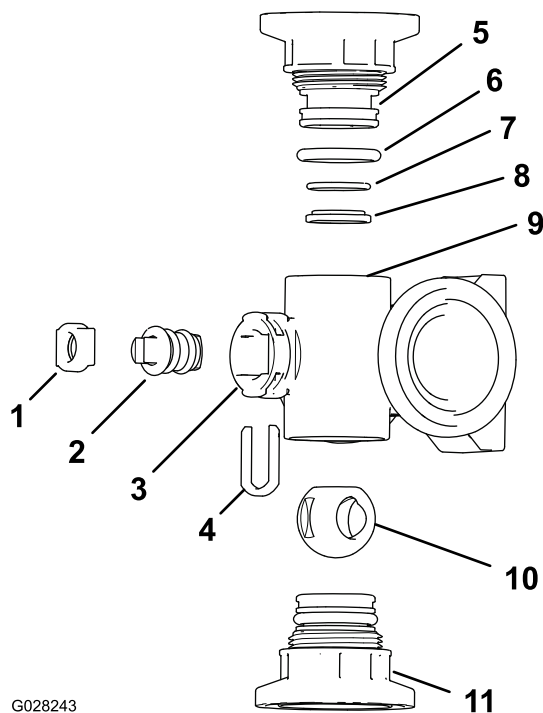

图84
2. 从歧管体的两端拆下 2 个端盖接头组件图84 和 图85。
4. 从歧管气门芯口的插槽中取下气门芯卡环图84和图85。
5. 从歧管中取下气门芯卡环和气门芯座图84和图85。
6. 将手伸入歧管体并取出气门芯组件图84和图85。
1. 检查出口接头 O 形圈仅限喷洒臂段阀歧管、端盖 O 形圈、反向固定 O 形圈、球阀座是否损坏或磨损图84和图85。
2. 为气门芯涂抹润滑脂然后将其插入气门芯座图84和图85。
3. 将气门芯插入歧管并放好然后使用气门芯卡环固定气门芯和气门芯座图84和图85。
4. 确保反向固定 O 形圈和球阀座对齐并在端盖接头中放好图84和图85
5. 将端盖接头总成安装到歧管体上直至端盖接头凸缘接触到歧管体图84和图85然后再将端盖接头旋转 $\frac{1}{8}$ 圈。